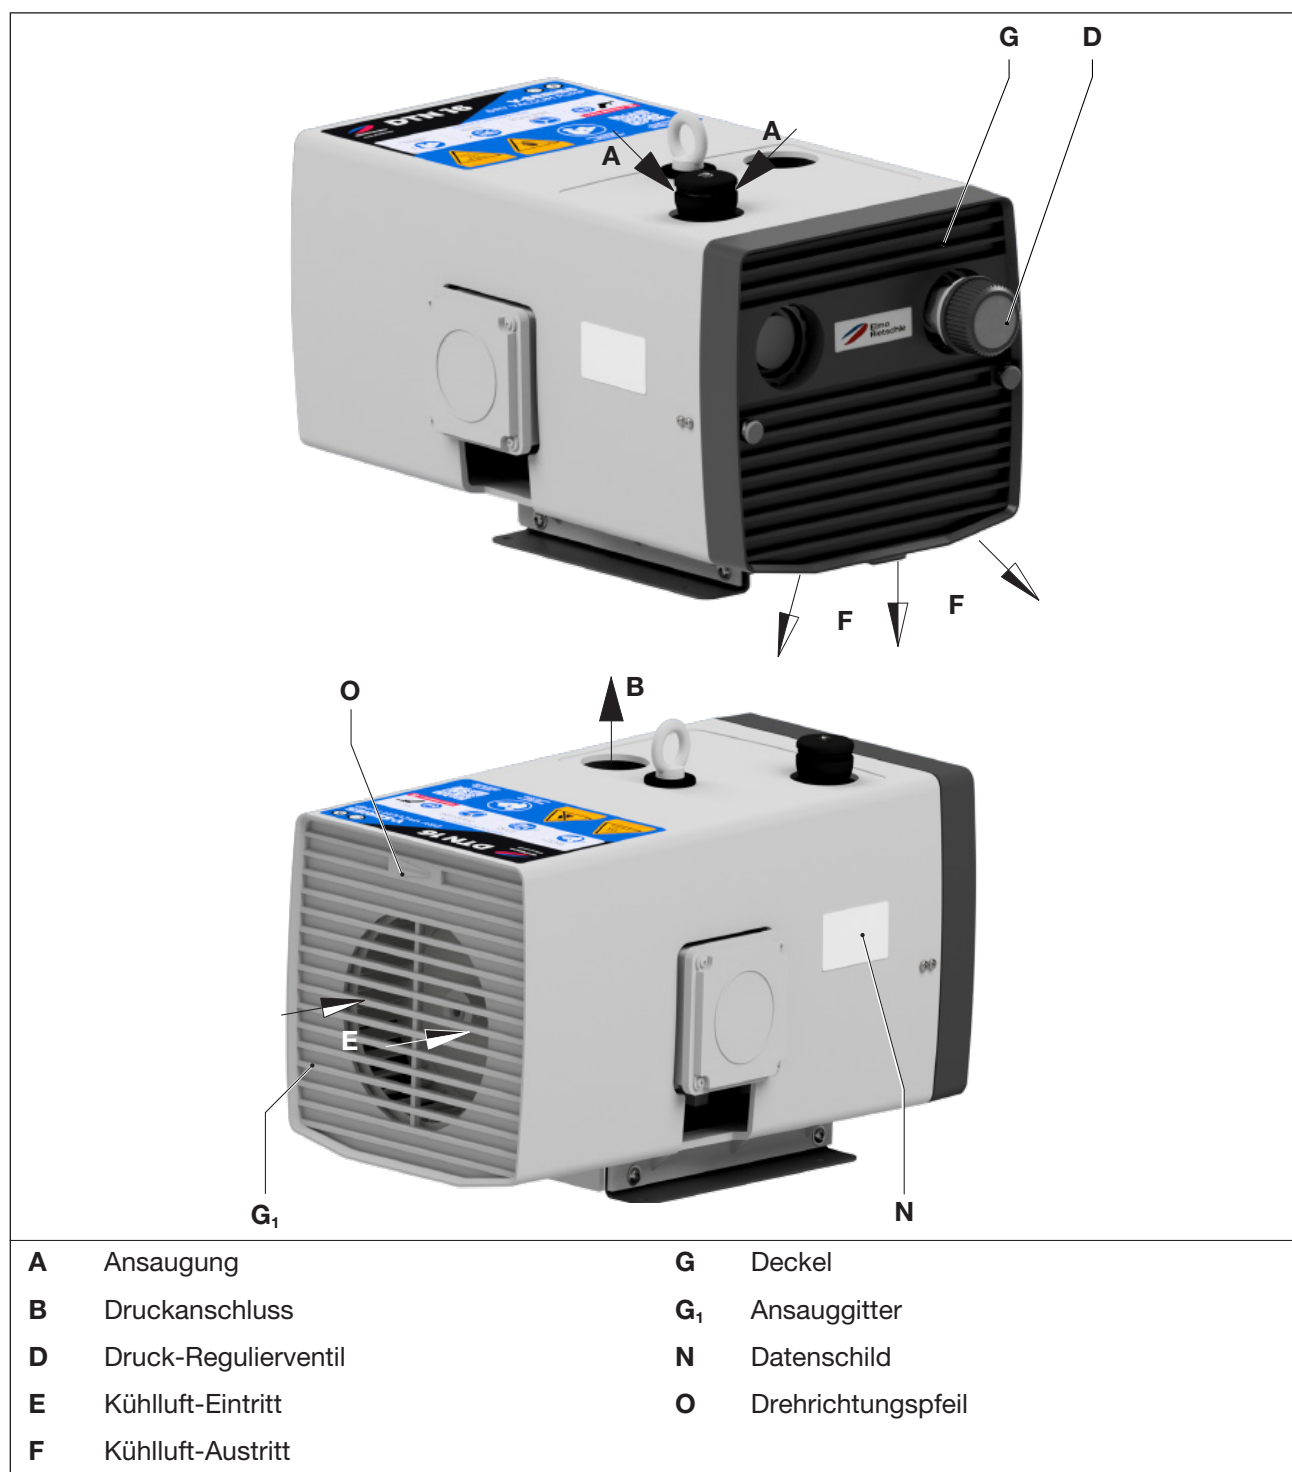

Abb. 2 Verdichter V-DTN
- Deckel (Abb. 2/G) und Ansauggitter (Abb. 2/G1) müssen leicht zugänglich sein.
- Blindstopfen an Druckanschluss (Abb. 2/B) entfernen.
- Rohrleitung an Druckanschluss (Abb. 2/B) anschließen.
Die erforderlichen Druckbereiche können mit dem Druck-Regulierventil (Abb. 2/D) entsprechend dem auf dem Drehknopf angebrachten Symbolschild eingestellt werden.
Die elektrischen Motordaten sind auf dem Datenschild (Abb. 2/N) bzw. dem Motordatenschild angegeben. Die Motoren entsprechen DIN EN 60034 und sind in Schutzart IP 55 und Isolationsklasse F ausgeführt. Das entsprechende Anschlussschema befindet sich im Klemmenkasten des Motors.